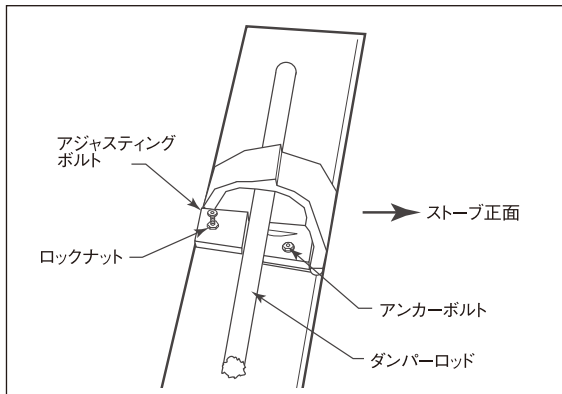

図15 ダンパーの調整
- 3.アジャスティングボルトのロックナットをゆるめます。（図15）